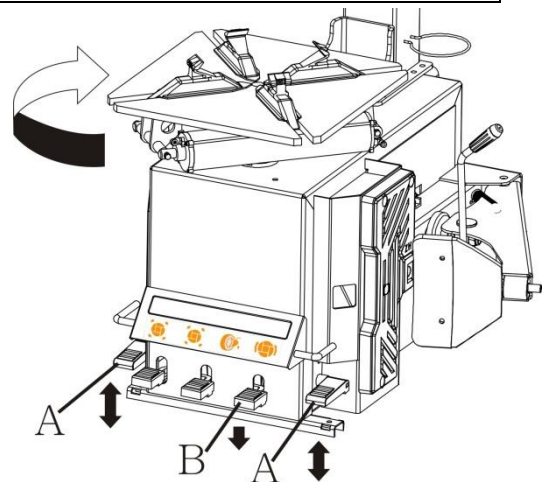

Fig. 12
- Test of deze goed is aangesloten door de pedaal voor de bediening van het draaiplateau (A, fig.12) in te drukken, de tafel moet nu met de klok mee ronddraaien. Dit is een zeer belangrijke test.
- Test nu de hielbreker door de bedieningspedaal (B, fig.12) in te drukken. Doe dit 3-5 keer en laat iemand anders aan de achterzijde van de machine kijken of er een druppel olie in het reservoir (F, fig.11) wordt geïnjecteerd. Wanneer dit niet het geval is, kunt u dit reguleren met de stelschroef (E, fig.11).